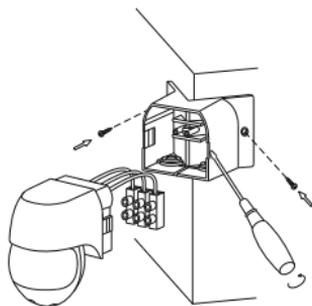

Рисунок 3 – Монтаж
- снять заднюю часть корпуса датчика, поддев её отвёрткой с прямым шлицем (рисунок 3). Крепление корпусных деталей датчика произведено на защёлках;